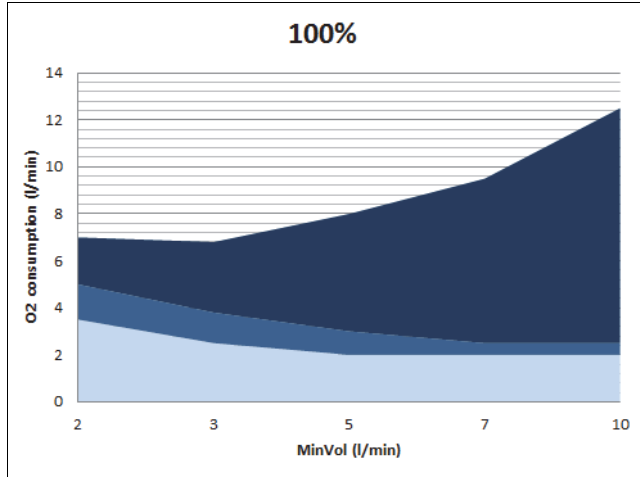

Рисунок 2-23. Потребление кислорода в зависимости от минутного объема, заданное значения кислорода – 100%
- На рис. 2-23 отображены значения для установленного параметра «Кислород» **100%**.